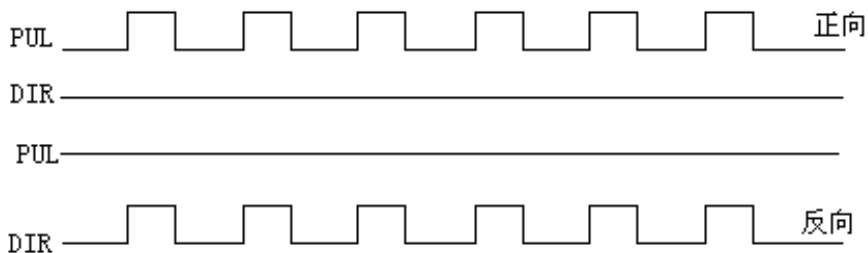

图 2-2 双脉冲模式脉冲输出
(2) 双脉冲模式中，PUL 和 DIR 信号如图 2-2 所示：